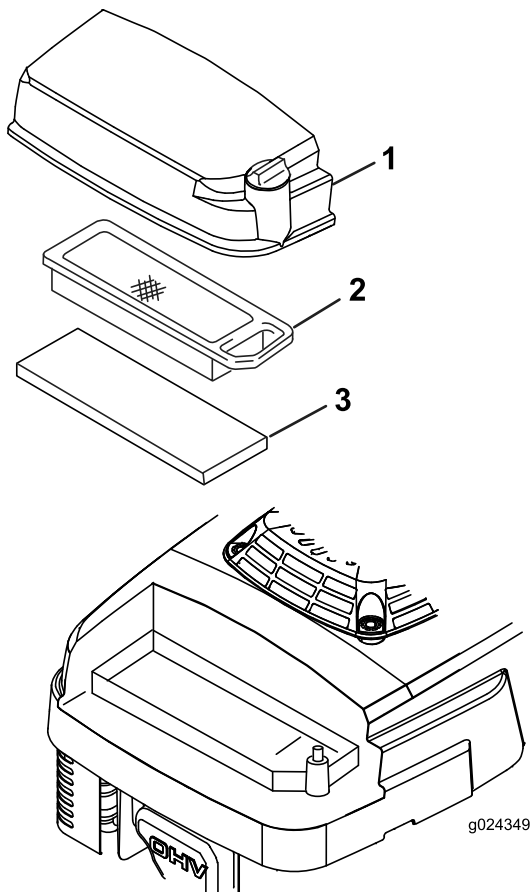

Figura 19
3. Desaperte o parafuso na tampa do filtro de ar (Figura 19).
5. Remova e inspecione o filtro de ar de papel (Figura 19) e substitua-o se estiver muito sujo.
6. Retire a esponja de filtragem e lave-a com detergente suave (Figura 19) e água e deixe secar.